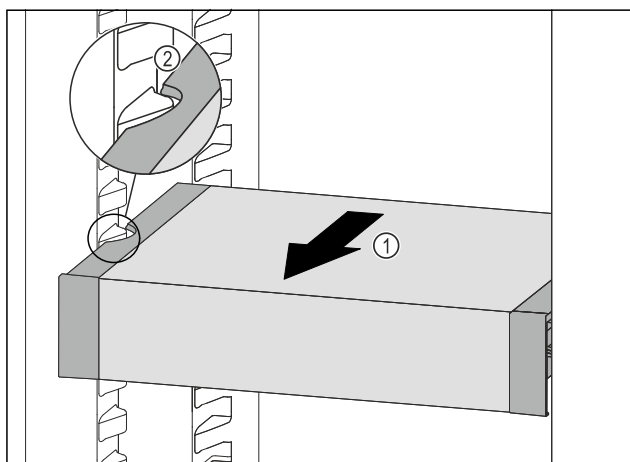

Fig. 40
- ▶ Тяните VarioSafe вперед Fig. 40 (1), пока боковые выемки VarioSafe не окажутся на высоте выступа резервуара в холодильном отделении. Fig. 40 (2)